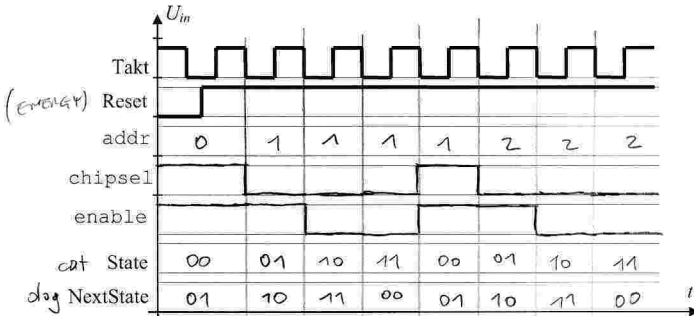

Abbildung 3
- Tragen Sie den Zeitverlauf von `chipsel`, `enable` und `addr` in Abbildung 3 ein!